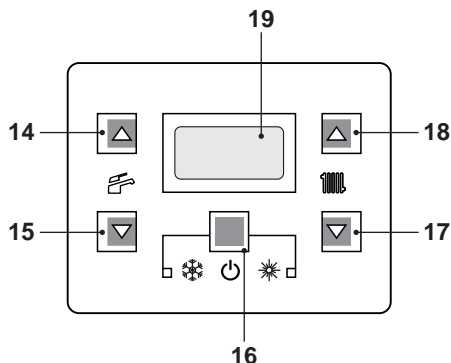

Figura 2.5
- Tenere premuto per 2 secondi il tasto 16 fino a far apparire sul display il simbolo  Figura 2.5.
La temperatura dell'acqua calda di mandata riscaldamento è regolabile agendo sui tasti 17(diminuzione) e 18(aumento) (Figura 2.5) da un minimo di circa 25°C ad un massimo
Comunque se la temperatura ambiente non dovesse essere confortevole si può aumentare o diminuire la temperatura di mandata dell'impianto riscaldamento di $\pm 15^{\circ}\text{C}$ agendo sui tasti 17(diminuzione) e 18(aumento) (Figura 2.5).